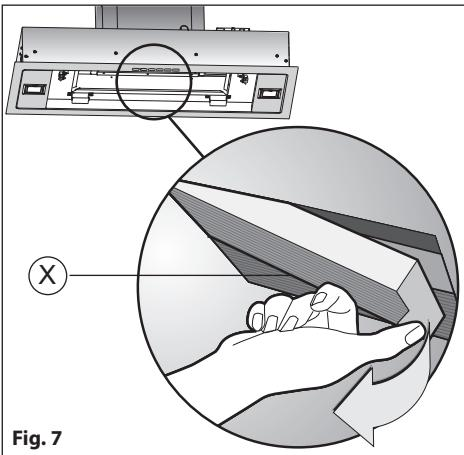
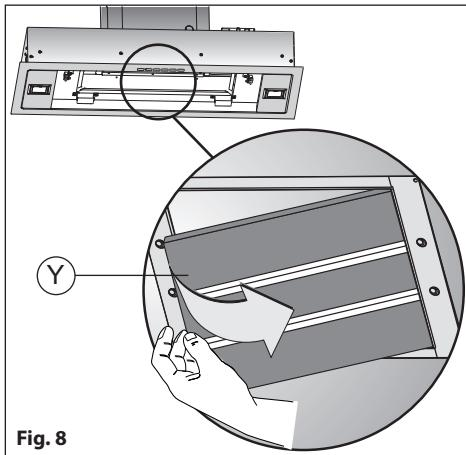

Fig. 7
Fig. 8
- Er zijn twee verschillende typen kits verkrijgbaar, een met koolstoffilterdozen (**Fig.7**) en de andere met herbruikbare koolstoffilters (wasbaar). (**Fig.8**)
- Om de koolstoffilterdozen **X** te vervangen, moet men de hendel naar buiten trekken, zoals aangegeven in **Fig.7**
- Om de herbruikbare koolstoffilters **Y** te vervangen, moet men de beugels verwijderen door ze naar buiten te trekken. (**Fig.8**)